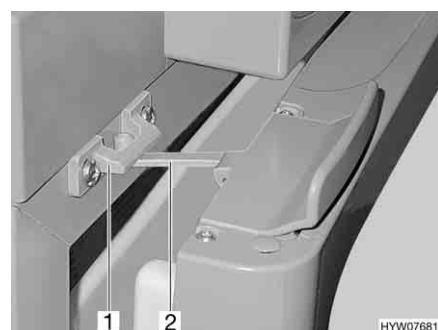

Fig. 202 Porta del frigorifero in posizione di ricircolo d'aria (Thetford)
- Aprire il bloccaggio (Fig. 202,2) e innestarla nella sede di bloccaggio (Fig. 202,1). In questo modo la porta del frigorifero rimane ferma in posizione socchiusa.